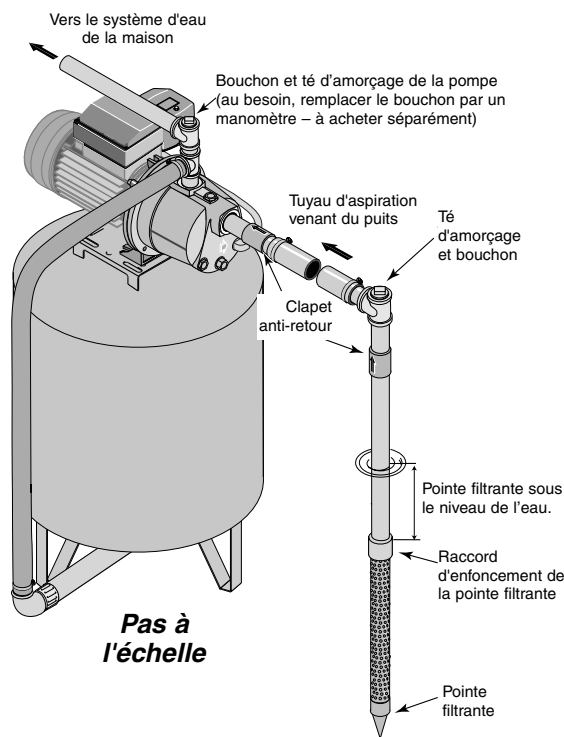

Figure 1: Installation avec une pointe filtrante
## INSTALLATION DE LA POINTE FILTRANTE (FIGURE 1)
3. Utiliser le moins possible de raccords (en particulier des coudes) lorsque l'on branche la tuyauterie de la pointe filtrante sur l'orifice d'aspiration de la pompe (y compris le diamètre du tuyau d'aspiration doit être au moins aussi grand que le diamètre de l'orifice d'aspiration de la pompe (y compris le clapet anti-retour si la pompe n'en comporte pas un - voir la Figure 1). Supporter le tuyau de façon qu'il ne soit pas cintré afin qu'il n'exerce pas de contraintes sur le corps de la pompe; de plus, il doit être légèrement incliné vers le haut, du puits jusqu'à la pompe (les points hauts risquent de causer des poches et des bouchons d'air dans la pompe). Rendre étanches les raccords du tuyau d'aspiration avec du ruban téflon ou une pâte pour raccords filetés à base de téflon. Les raccords doivent être étanches à l'air et à l'eau. **Si le tuyau d'aspiration aspire de l'air, la pompe ne pompera pas l'eau du puits.** Si une pointe filtrante ne fournit pas suffisamment d'eau, considérer brancher deux ou trois pointes filtrantes sur un même tuyau d'aspiration.